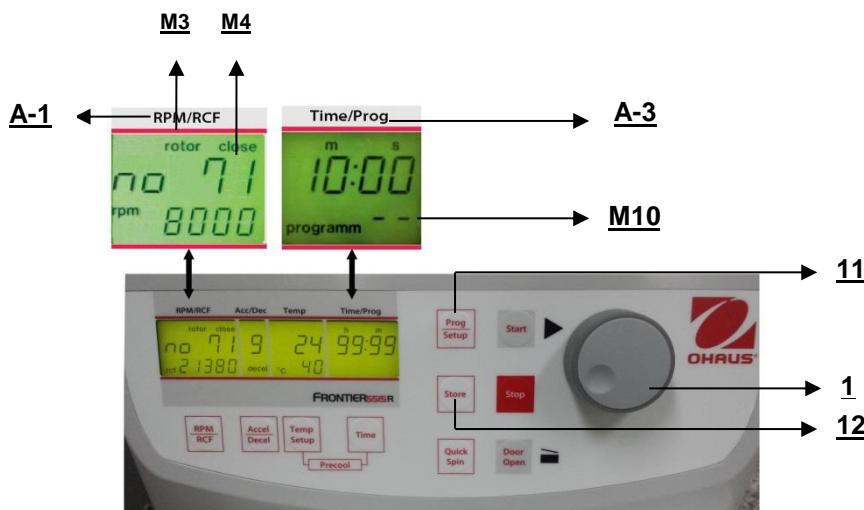

Figura 25
Para recuperar programas almacenados, presione el botón "Prog/Setup" (11) (vea la Figura 25) mientras la tapa está cerrada. En la pantalla "Time/Prog" (A-3) aparece "programm -" (M10). El número de programa deseado puede preseleccionarse con la perilla de ajuste (1).
Para salir del modo de programa, solo presione el botón "Prog/Setup" (11) (vea la Figura 25). Entonces, dentro de la pantalla "Time/Prog" aparece la palabra "programm".